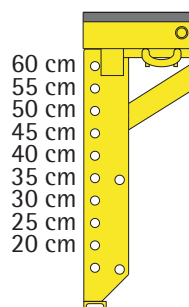

Abb.25
2. Zweite Einheit an der schon stehenden Einheit mit Gripbolzen und Federsteckern befestigen. Die Verbindungs Löcher zu den jeweiligen Querschnitten sind aus Abb. 25 ersichtlich.